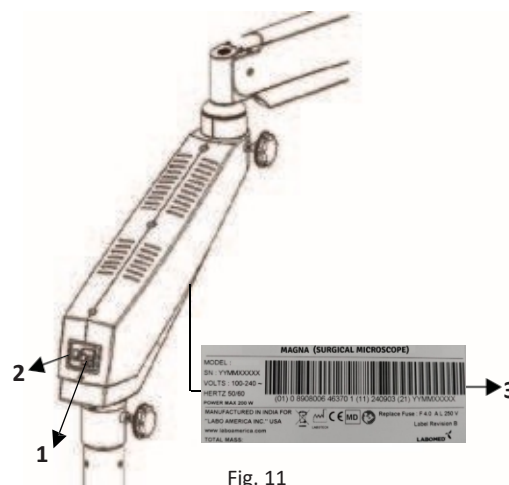

Fig. 11
Conecte el cable de alimentación a la toma de corriente alterna (1) situada en la parte posterior del brazo giratorio, tal y como se muestra en la fig. 11.
Nota: La fuente de alimentación está diseñada con una entrada universal de 100 V-240 V CA, 50/60 Hz. Para enchufar la fuente de alimentación, siga las instrucciones que figuran en la etiqueta del producto (3) situada en la parte inferior del brazo, tal y como se muestra en la fig. 11.
Nota: Para conocer los valores nominales adecuados del fusible utilizado en el microscopio, consulte la etiqueta que se muestra en la fig. 11.